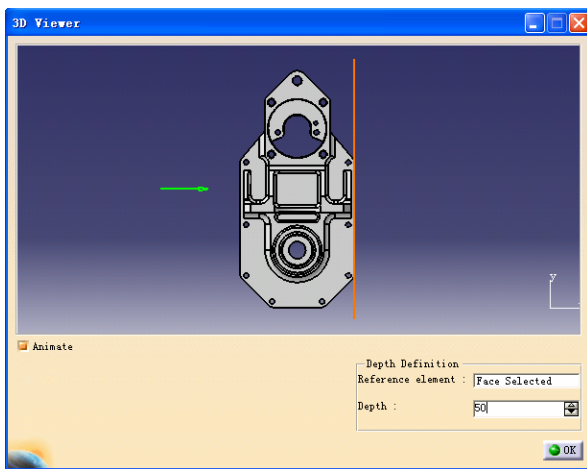

图 6-218
③ 在三维窗口中单击 Reference element 文本框，在与当前视图垂直的视图中（本例如正视图）选择某一边界（圆弧或直线）作为参考平面，再在三维窗口 Depth（深度）中输入修剪深度。此方法可以精确定位修剪深度，生成的视图将与参考元素及深度参数产生关联，如图 6-218 所示。